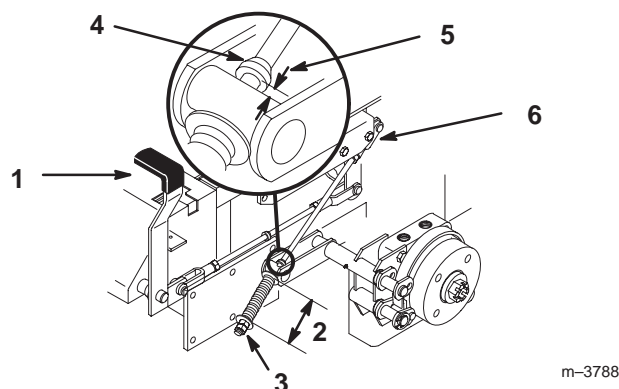

Figure 58
2. Mesurez la longueur du ressort. Les rondelles doivent être distantes de 70 mm (2-3/4 pouces) (Fig. 58).
3. Si un réglage est requis, desserrez l'écrou de blocage situé sous le ressort et serrez l'écrou directement au-dessous de la chape (Fig. 58). Vissez l'écrou jusqu'à ce que le ressort ait la longueur voulue. Serrez les deux écrous ensemble et répétez la procédure de l'autre côté de la machine.
- A. Mesurez la distance entre le galet de tourillon et le collier sur la tige de frein. Elle doit être comprise entre 5 et 7 mm (3/16-1/4 pouce) (Fig. 58).
6. Si un réglage est requis, desserrez l'écrou de blocage situé juste au-dessous de la chape. Tournez la tige inférieure jusqu'à obtention de l'écart voulu (Fig. 58). Serrez l'écrou de blocage à la chape.